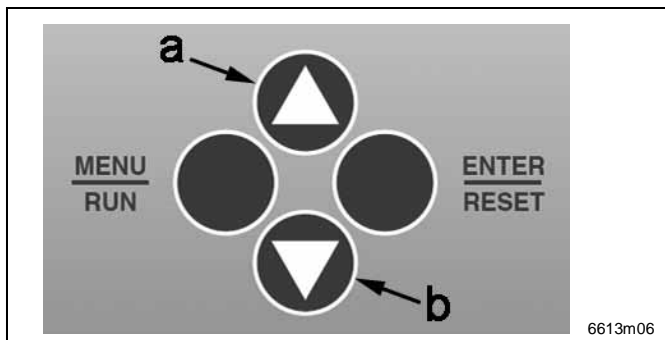

Fig. 15 Panel de control
Pulsando la tecla "UP" (pos. a, fig. 15) fuera del modo de ajuste, en el display aparece el residual corriente del ciclo de pausa transcurriendo.
El ajuste del número de la versión (0 - 4) se indica en el display del LMC 1 y se efectúa por las teclas UP & DOWN del panel de control (véase pos. a & b, fig. 15).
- ➔ Confirme la selección (0 - 4) con la tecla ENTER (fig. 15). Al no confirmar la entrada con ENTER, el valor estándar "0" se ajusta automáticamente.